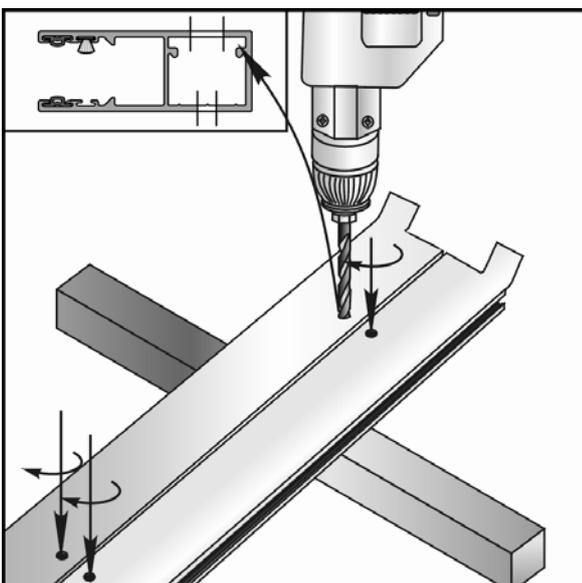
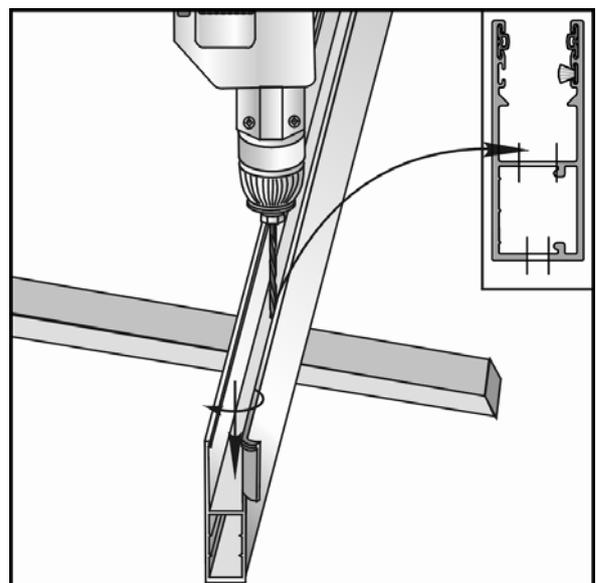

Рис. 2.5
Рис. 2.6
4. При накладном монтаже рассверлить отверстия на лицевой поверхности направляющей шины под заглушки $\varnothing 11,8$ мм (рис. 2.5). При встроенном монтаже отверстие во внутренней стенке шины рассверлить $\varnothing 11,8$ мм (рис. 2.6).